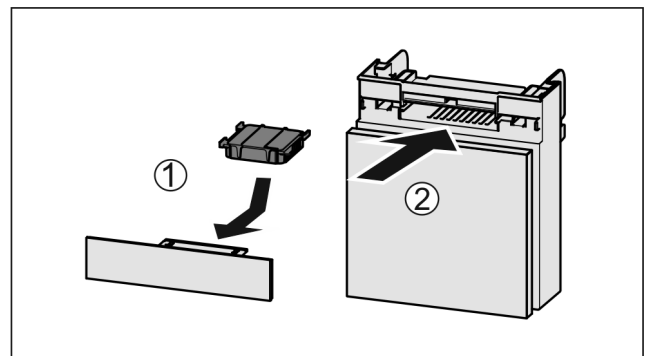

Fig. 176
- Aseta aktiivihilisuodatin kuvan mukaisesti paikoilleen Fig. 176 (1).
- Työnnä lokero kiinni Fig. 176 (2).